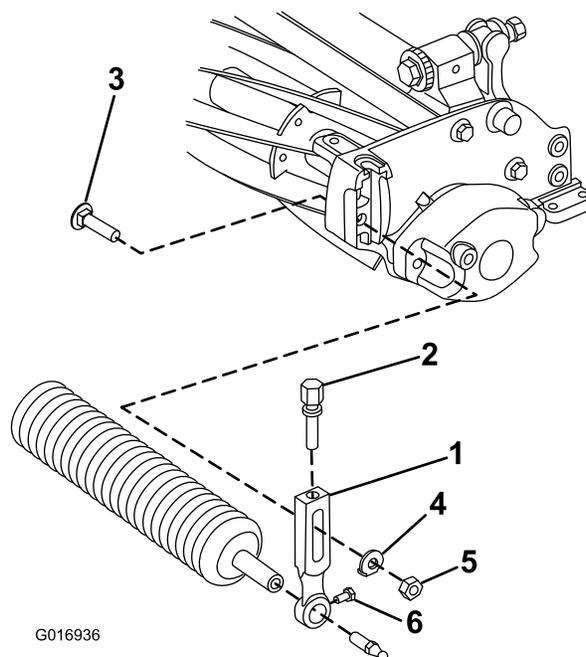

Рисунок 14
12. Выполните следующие действия для установки переднего валика в сборе на режущий блок; см. Рисунок 14.